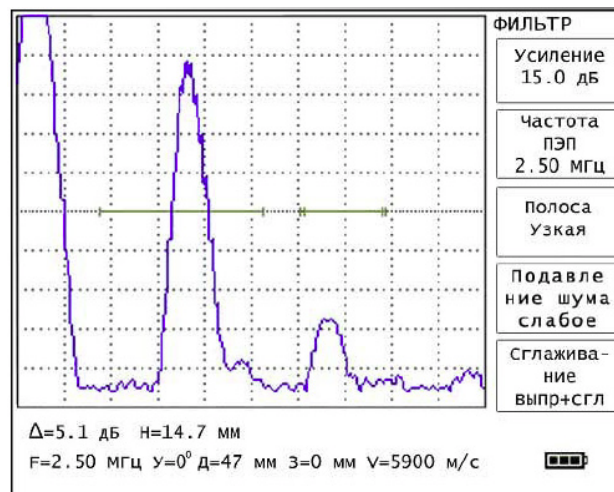

Рис. 5.22.
5.5.15. Меню «ФИЛЬТР» содержит следующие параметры (рис. 5.22).